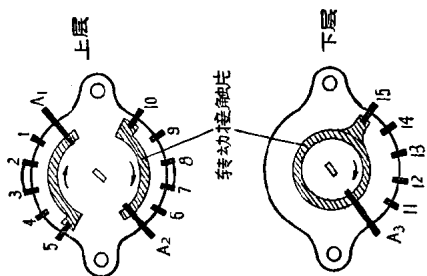

图 1.6
1. 双层式三刀五掷分线开关分解图见图 1.6* (图中位置指放在测直流电流档)，上层二刀五掷、下层一刀五掷